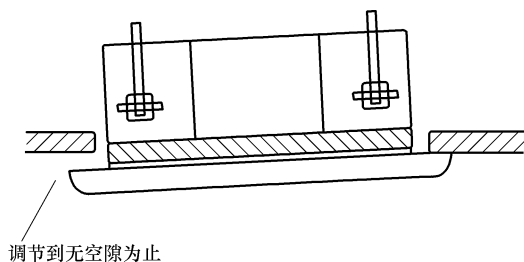

图 3-18 三菱四向嵌顶式室内机吊杆螺栓调整示意图
4) 如果在悬挂螺栓拧紧后，天花板和装饰面板之间仍存在空隙，请重新调整室内机的高度，如图 3-18 所示。